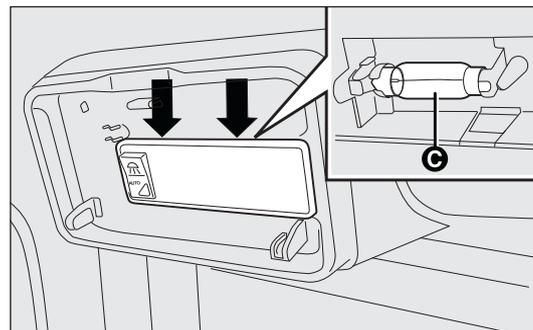

fig. 172
- remplacer l'ampoule C-fig. 172 en la dégagant des contacts latéraux et en s'assurant que la nouvelle ampoule soit correctement bloquée entre les contacts mêmes.